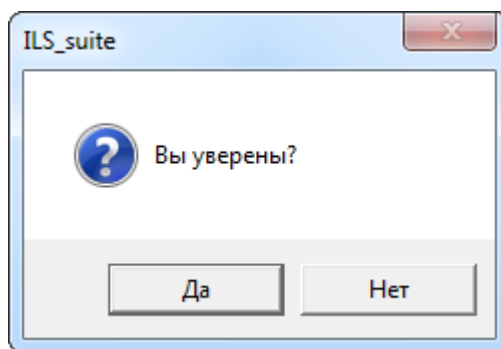

Рис. 13-43 – Подтвердите удаление конфигурационного базиса
- 2) В открывшемся окне нажать кнопку «Да», чтобы подтвердить действие (рис. 13-43).